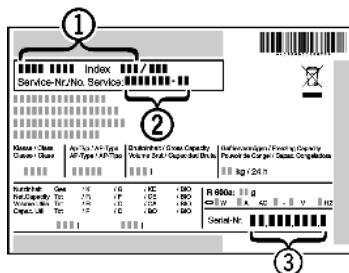

Fig. 11
- ▶ Назва пристрою Fig. 11 (1), сервісний номер Fig. 11 (2) та серійний номер Fig. 11 (3) вказані на таблиці типів. Табличка типів знаходиться всередині пристрою, зліва.
- ▶ Повідомте сервісну службу про характер неполадки, назву пристрою Fig. 11 (1), сервісний номер Fig. 11 (2) та серійний номер Fig. 11 (3).